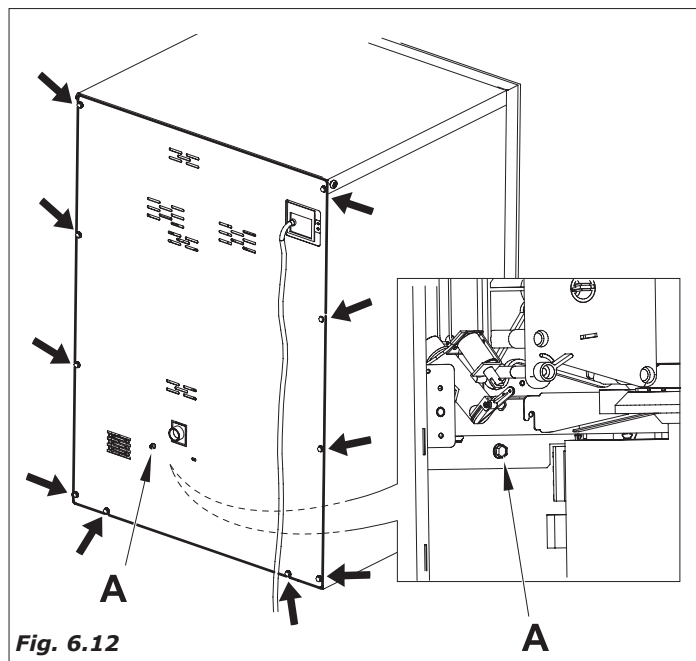

Fig. 6.12
O aparelho enche automaticamente o circuito hidráulico. Tirar a proteção traseira para alcançar a caldeira, (lembrar de desparafusar o parafuso (A) no interno, alcançável pela parte frontal) (Fig. 6.12) e introduzir a chave no interruptor porta.